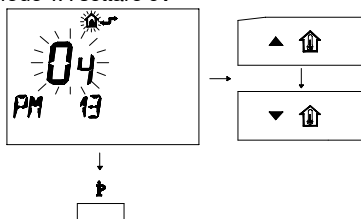

fig. 5.51
- 4 Per modificare il *SET* programmato agire sui pulsanti o e aspettare che il numero programmato cominci a lampeggiare (fig. 5.51)